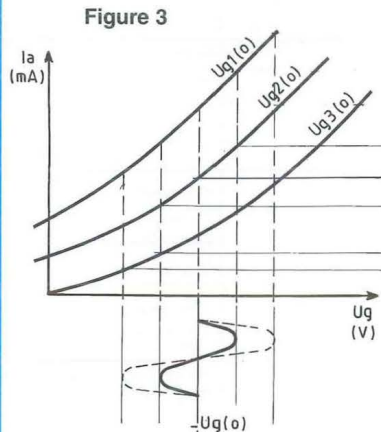

Figure 3
- 3- La tension, appliquée à la grille doit être faible, afin que **le point de fonctionnement ne sorte pas de la partie rectiligne**. Se reporter à la figure 3.